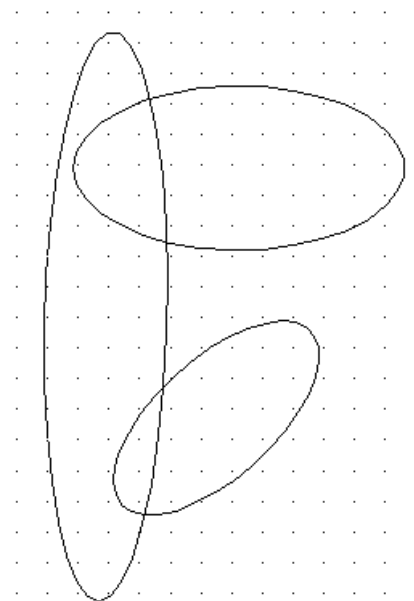

Рис. 31
- Третьим щелчком ЛКМ задайте половину второй оси эллипса (рис. 31).